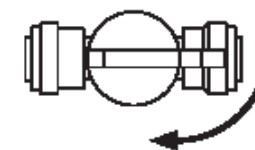

Рис. 18
3. Закройте вентиль (рис. 18).
12. Закройте вентиль в основании прибора (рис. 18).